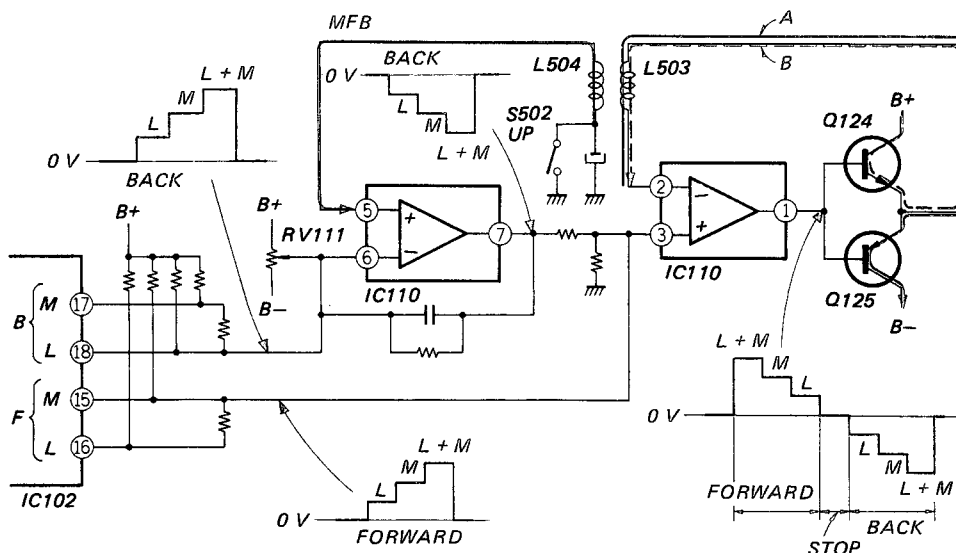

Fig. 3
**1-4-3. Tonearm Swivelling Circuit (see Fig. 3):**